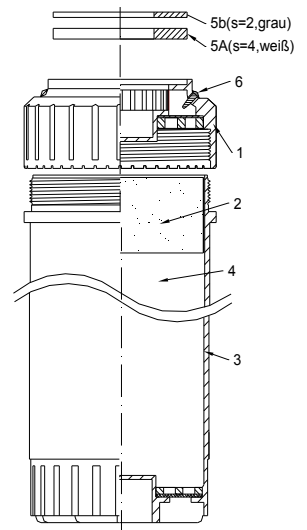

Bild 4: Ionentauscherkartusche
- siehe Bild 4
- Deckel (1) abschrauben, Schaumstoffscheibe (2) entnehmen
- altes Granulat (4) (nur bei Nachfüllung) im Hausmüll entsorgen
Die Filterpatrone bietet über die Verschlussstopfen (6) (Bild 4) drei Einstellmöglichkeiten für einen Bypass mit ungefiltertem Wasser: